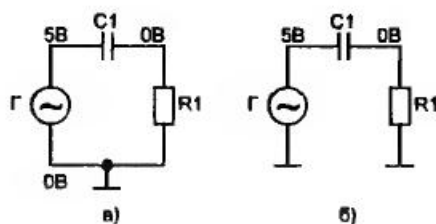
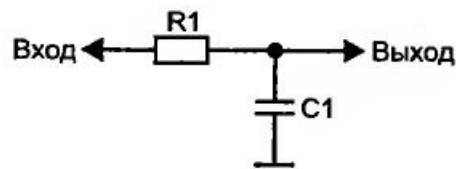

Рис. 1.5. Иллюстрация принципа действия конденсатора (дифференцирующая RC-цепочка)
Рис. 1.6. Интегрирующая RC-цепочка (фильтр нижних частот)
Рассмотрим схему на рис. 1.5. На нем буквой «Г» обозначен генератор переменного напряжения (источник сигнала), С1 — конденсатор, а R1 — резистор нагрузки. Маленький «молоточек», соединенный с нижним проводом на рис. 1.5, а, обозначает, что этот провод «общий» — «земля». «Общие» провода очень широко распространены на современных схемах, позволяя «сэкономить» одну дорожку (линию), что, в свою очередь, значительно упрощает графику рисунка. А чем проще рисунок, тем легче его понять. Для примера на рис. 1.5, б изображена та же схема, но с «большими» выводами. Выводы всех элементов схемы, у которых на конце есть «молоточек», нужно соединить между собой; заземлять этот провод не обязательно, но в некоторых случаях, например у автомагнитолы, его можно «посадить» на корпус устройства. На схемах «молоточки» всегда должны «смотреть» вниз, но в виде исключения, при очень сложной графике, их можно направлять вбок (но не вверх!).
Вернемся к рис. 1.5. Допустим, что сразу после включения питания генератора (Г) на его верхнем выводе вместе с переменным напряжением сигнала появляется постоянная составляющая (т. е. постоянное напряжение) амплитудой 5 В.
Работа конденсатора в подобных схемах похожа на поведение мячика-воланчика при игре в теннис: если мячик имеет слишком малую начальную скорость (или конденсатор — слишком малую емкость для сигнала с данной частотой), то длина его траектории может **сократиться** и второму игроку придется пробежать вперед, чтобы успеть его отбить. В электронной же схеме в таком случае амплитуда (т. е. размах колебаний) сигнала с данной частотой на выходе (в схеме на рис. 1.5 — на резисторе $R1$) уменьшится по сравнению с амплитудой более высокочастотного сигнала.
Схема на рис. 1.5 называется **дифференцирующей цепочкой** или **фильтром верхних частот**. Почему верхних, надеюсь, понятно: нижние частоты в такой схеме ослабляются сильнее верхних. Самый главный параметр любого электронного фильтра — частота среза (f_{cp}). Частота среза — это такая частота, на которой коэффициент передачи (почти то же самое, что и коэффициент усиления; в дальнейшем оба эти коэффициента будут обозначаться одной и той же буквой — $k_{ус}$) снижается до 0,7. Его можно вычислить по формуле:
Наряду с изображенной на рис. 1.5 дифференцирующей цепочкой, в схемах часто используется **интегрирующая цепочка** (фильтр нижних частот). Она
нарисована на рис. 1.6. Названия этих цепочек запоминать не обязательно (я, кстати, их до сих пор путаю), важно только знать, как они работают. А работает интегрирующая цепочка, в отличие от дифференцирующей, самым противоположным образом: она нижние частоты пропускает, а верхние — ослабляет.
Частота среза определяется по формуле (5). Работа интегрирующей цепочки похожа на «выбивание» ковров: если вам чаще нужно ударять по ковру, то вам придется уменьшить амплитуду размаха, иначе со стороны вы будете выглядеть очень смешно. Согласно формуле (6), емкостное сопротивление конденсатора с увеличением частоты уменьшается, поэтому в схеме на рис. 1.6 из смеси двух разных частот большую амплитуду на выходе будет иметь низшая частота, а на рис. 1.5 — высшая.
Если полярность конденсатора неизвестна, то ее можно определить экспериментально. Для этого конденсатор через микроамперметр подключают к источнику питания напряжением 6...10 В. При «неправильной» полярности микроамперметр покажет ток, в сотни раз ооольшии, чем при «правильной». После подключения цепи, состоящей из микроамперметра и разряженного конденсатора к источнику питания, показания микроамперметра максимальны и с течением времени они уменьшаются. Надеюсь, вы понимаете, с чем это связано. А если непонятно — перечитайте еще раз описание работы схемы на рис. 1.5.